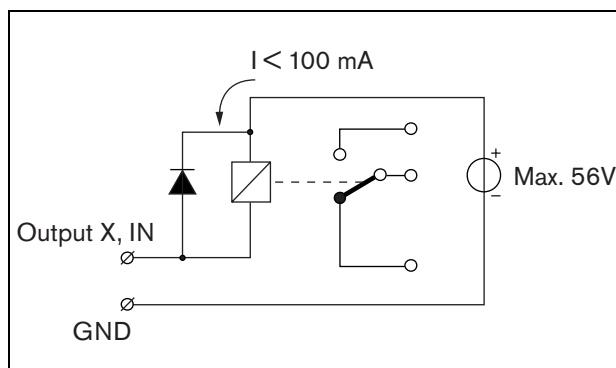

Abb. 21.11: Relais mit externer Stromversorgung
- Relais mit externer Stromversorgung. Siehe Abb. 21.11 für ein Anschlussschaltbild.